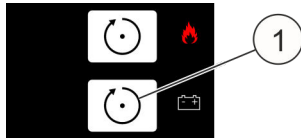

Abb. 58: Taste [Reset EV]
**Damit die eingestellten Werte wirksam werden, müssen sie übernommen werden (Taste [Reset EV] ↵ Abb. 58/1).**
**Damit die eingestellten Werte wirksam werden, müssen sie übernommen werden (Taste [Reset EV]  Abb. 58/1).**